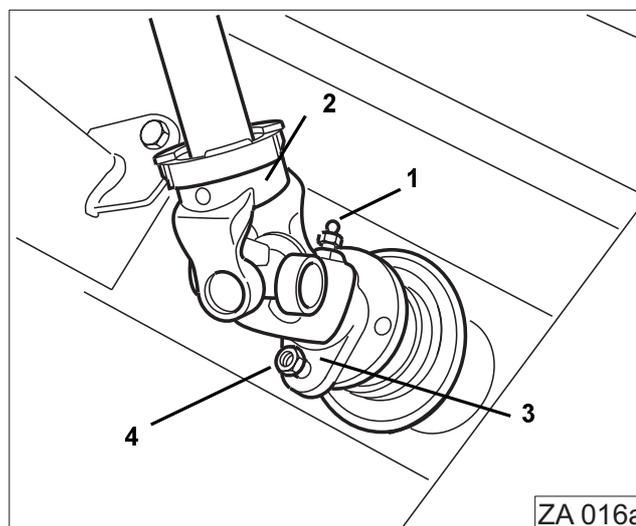

Fig. 14
- Soltar el racor de engrase (Fig. 14/1).
- Introducir el eje cardánico (Fig. 14/2).
- Fijar la brida de conexión (Fig. 14/3) con el pasador (Fig. 14/4).
Atornillar el racor de engrase (Fig. 14/1).